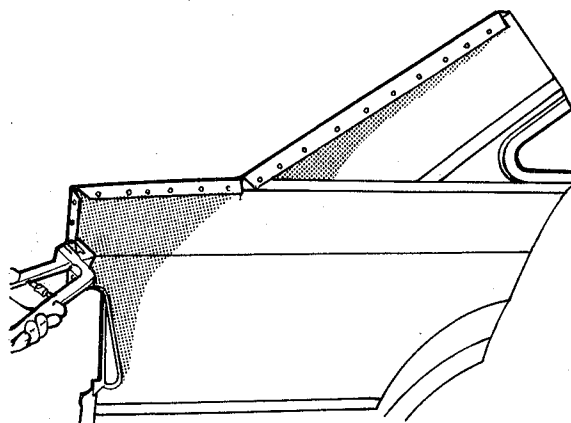

fig. 140
5. Remover, com lixa, o primer das superfícies de contato das abas soldadas a ponto do novo painel, em ambos os lados. Puncionar e furar as abas a serem soldadas na coluna "C"/canaleta de escoamento (fig. 140)